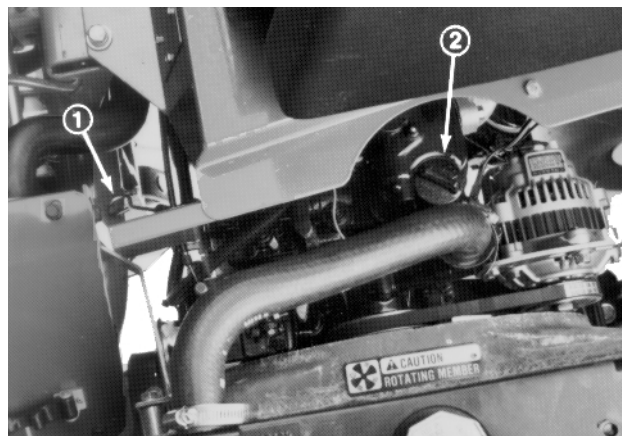

Figure 2
1. Placer la tondeuse sur un sol horizontal, couper le moteur et serrer le frein de parking. Déverrouiller et ouvrir le capot moteur (Fig. 2).
3. Si le niveau d'huile est bas, dévisser le bouchon de remplissage d'huile situé au-dessus du moteur (Fig. 2). Ajouter une petite quantité d'huile détergente SAE 30 ou 10W-30 de haute qualité de classe CD (classification API—American Petroleum Institute) et vérifier le niveau indiqué par la jauge. Continuer jusqu'à ce que le niveau atteigne le repère du plein (FULL) sur la jauge. Ne pas dépasser ce niveau.
2. Retirer prudemment les bouchons du radiateur et du vase d'expansion (Fig. 2).
3. Contrôler le niveau du liquide de refroidissement. Dans le radiateur, le liquide doit arriver à environ 25 mm (1 pouce) du goulot de remplissage. Dans le vase d'expansion, le liquide doit arriver entre les repères mini et maxi indiqués sur le côté (Fig. 2).